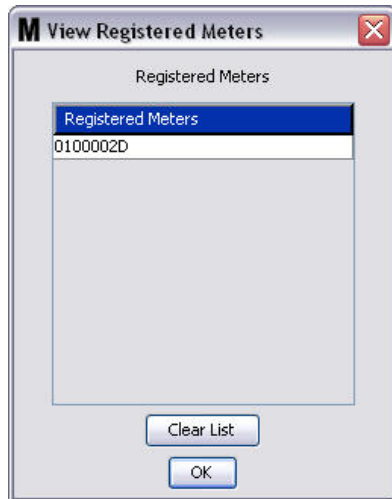

FIG. 121
- **Bouton LIER/DISSOCIER (LINK/UNLINK)** - Lorsque tous les paramètres dans l'écran Profil du Compteur sont remplis, cliquez sur le bouton Lier pour afficher l'écran Profil de Compteur/Assignment d'Identification illustré à la FIG. 121. De la liste des compteurs enregistrés, sélectionnez un compteur pour l'associer au profil de la liste. Cliquez sur OK pour fermer la fenêtre et sauvegarder les modifications.